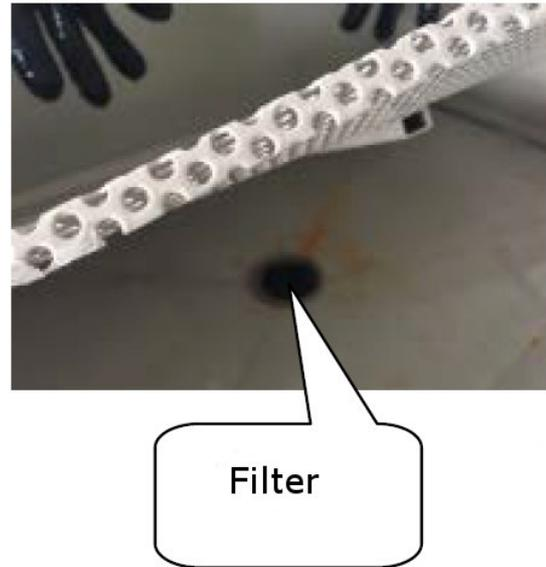

Fig. 9: partes de filtro lavadora
Paso 5: Abrir la puerta de la lavadora y piezas consulte la Bauteil.Schalten purificado la lavadora de piezas ON / OFF en. Paso 6: En caso de contaminación pesada la limpieza significa reemplazarlo. Controlar periódicamente el filtro limpio y si es necesario. (Fig.9)